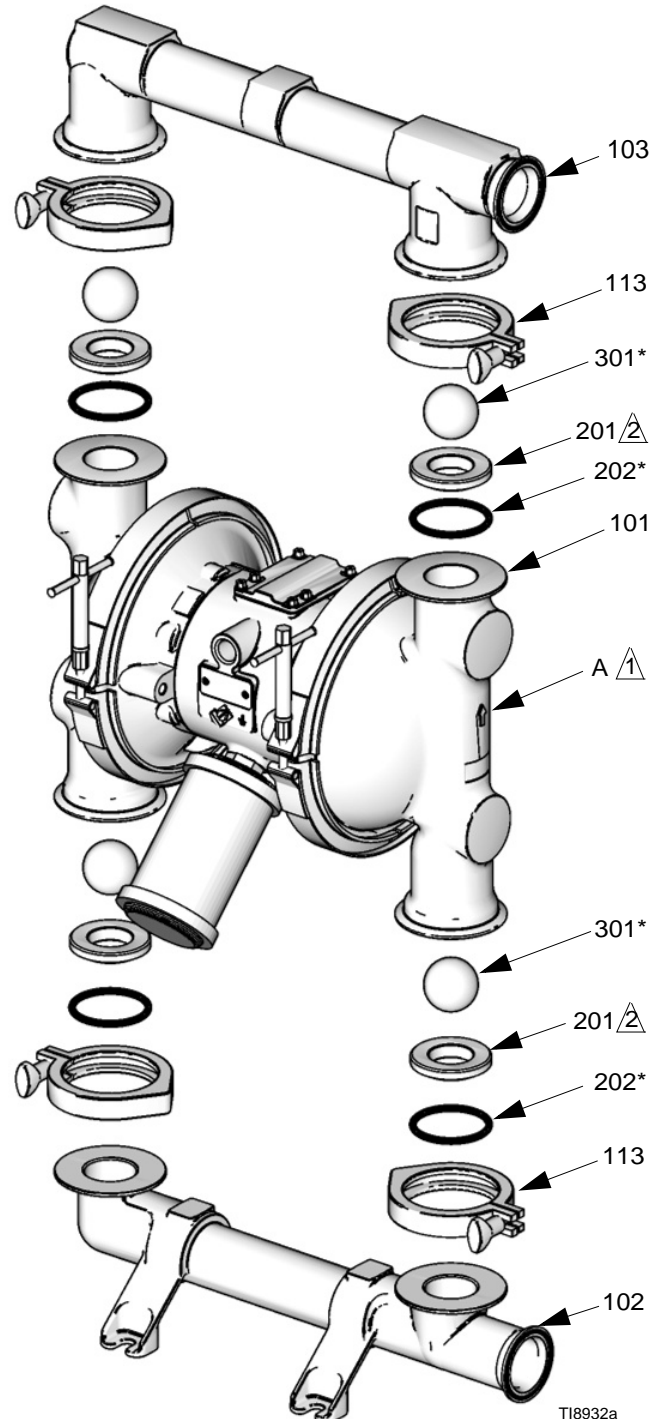

FIG. 9
- Para asegurar un asiento correcto de las bolas (301), inspeccione siempre los asientos (201) cuando sustituya las bolas. Sustituya los asientos como sea necesario si la superficie del asiento muestra evidencia de desgaste. También, sustituya las juntas tóricas (202) como sea necesario. Las juntas tóricas de PTFE deben ser sustituidas cada vez que se retiren los colectores.
3. Retire las abrazaderas (106) que sostienen el colector de salida (103) a las cubiertas de fluido (101). Consulte la FIG. 9.
4. Retire las juntas tóricas (202), asientos (201) y bolas (301) del colector (103).
5. Invierta la bomba y retire el colector de entrada (102). Retire las juntas tóricas (202), asientos (201) y bolas (301) de las cubiertas de fluido (101).
2. Proceda al montaje en sentido inverso al desmontaje, siguiendo las notas de la FIG. 9. Asegúrese de que todas las bolas de retención y los colectores están armados **exactamente** de la forma indicada. Las flechas (A) que aparecen en las cubiertas de fluido (101) **deben** apuntar hacia el colector de salida (103).
- ⚠ La flecha (A) debe apuntar hacia el colector de salida (103)
- ⚠ La superficie del asiento redondeada debe enfrenar la bola (301). El bisel grande en el D.E. debe enfrenar a la junta tórica.